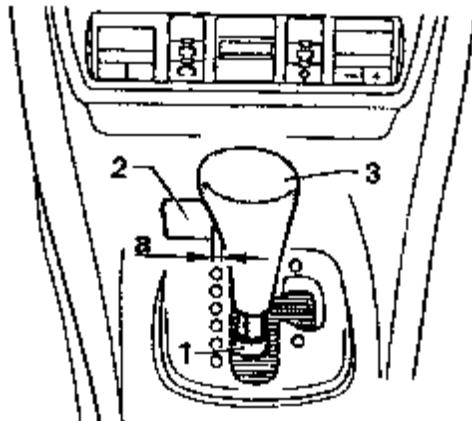

图 8-18 变速杆把手
(1) 变速杆把手的拆卸
- ①将变速杆推到位置“3”。
- ②向下推护套 1 到挡铁位置，如图 8-18 所示。
- ③向外拉键 2 直到固定点（尺寸“a”），然后向上拔出把手。其中尺寸“a”=3mm。
(2) 变速杆把手的安装
- ①将变速杆打到位置“3”。
- ②如图 8-18 所示，小心地从变速杆的把手 3 上把键 2 拉出，拉出的距离应为“a”。同时使键 2 指向变速杆运动方向把手套上。
- ③转动变速杆把手 3，使键 2 指向驾驶员，同时使变速杆把手落到变速杆垂直槽内。
- ④将变速杆把手 3 完全套到变速杆上，此时变速杆把手必须卡到变速杆环槽内。